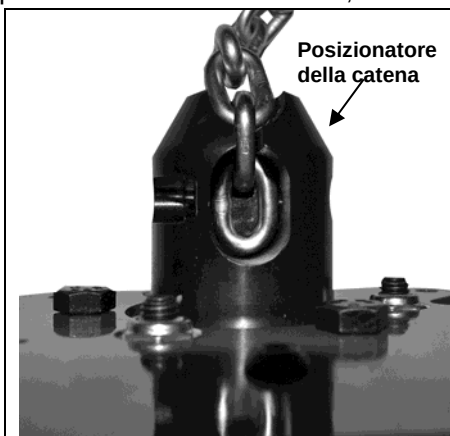

Figura 2-16
- 1) Posizionare la catena nel relativo posizionatore (Cfr. Figura 2-16).